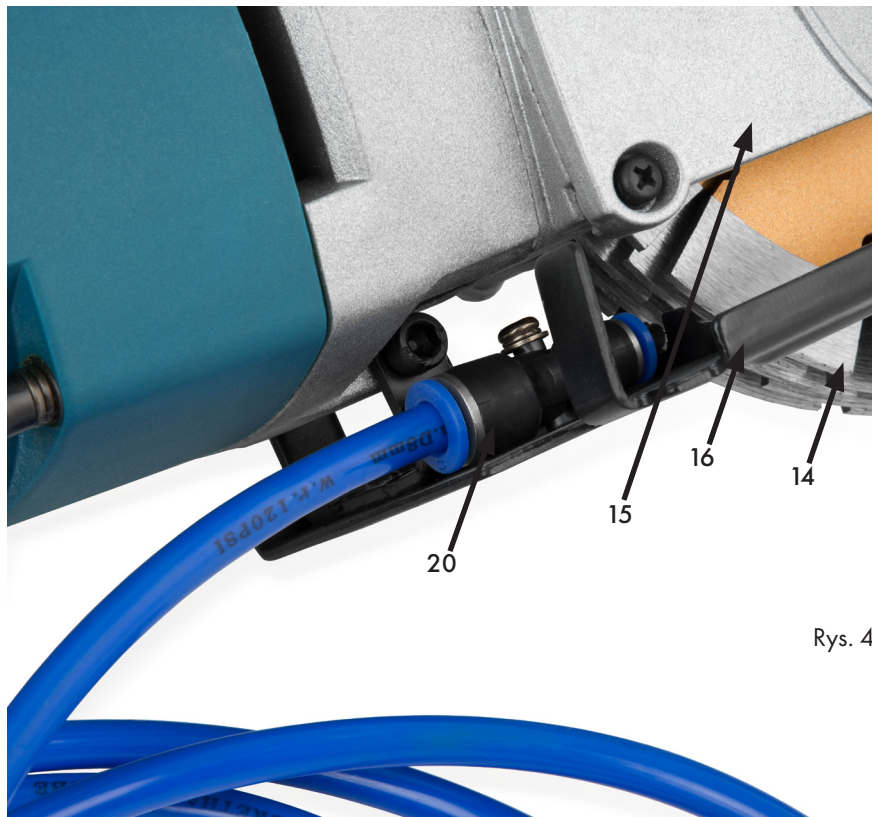

Rys. 3
Rysunek 3 przedstawia tylną jednostkę sterującą wraz ze szczelinami wentylacyjnymi. Odpowiednia legenda znajduje się na następnej stronie
**Legenda Rysunek 3**